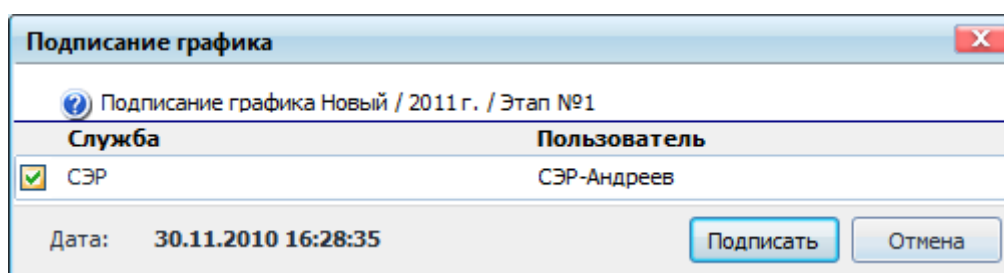

Рисунок 10.174 – Подписание за другого пользователя
- если на элементе маршрута явно указан пользователь, то на форме отображается пользователь (обладает правом «*Право рассмотрения графика ремонтов*»), который должен подписаться на данном элементе маршрута. Пользователю, обладающему правом «*Право подписи за другого*», необходимо поставить флаг напротив службы, к которой принадлежит данный пользователь (Рисунок 10.174);